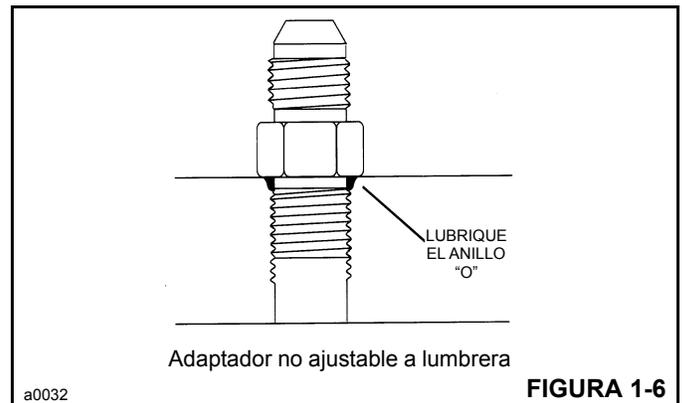

FIGURA 1-6
2. Lubrique el anillo “O” con aceite limpio (Figura 1-6).